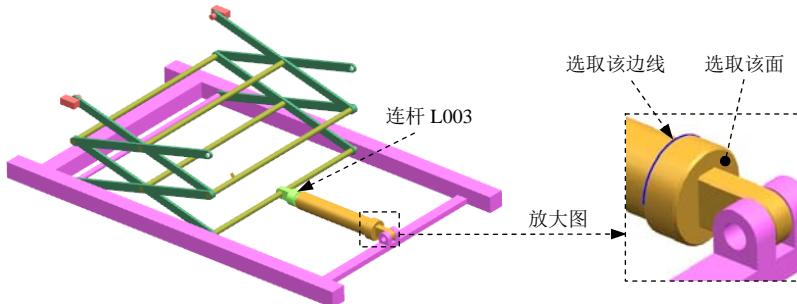

图 10.5.9 定义滑动副（一）
(1) 选择下拉菜单 **插入 (I)** → **运动副 (J)...** 命令，系统弹出“运动副”对话框。
(2) 定义运动副类型。在“运动副”对话框 **定义** 选项卡的 **类型** 下拉列表中选择 **滑动副** 选项。
(3) 选择连杆。在运动导航器中将连杆 L018 隐藏，然后选取图 10.5.9 示的连杆 L003。
(4) 定义原点及矢量。在“运动副”对话框的 **指定原点** 下拉列表中选取“圆弧中心” **◎** 选项，在模型中选取图 10.5.9 示的圆弧为定位原点参照；选取图 10.5.9 所示的面作为矢量参考面，方向为指向连杆 L003。
(5) 定义驱动。在“运动副”对话框中单击 **驱动** 选项卡，在 **平移** 下拉列表中选择 **函数**